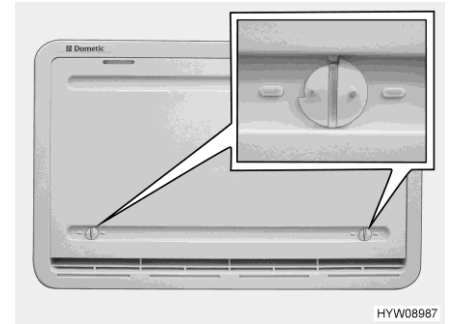

Bild 133 Vinterskydd (kylskåpets ventilationsgaller)
Vinterskyddet (Bild 133) skyddar kylaggregatet för kall luft. Sätt vinterskyddet framför båda kylskåpets ventilationsgaller, om utemperaturen sjunker under +10 °C (både vid gas- och eldrift).
- Öppna båda lås (Bild 133) (noten står horisontellt).